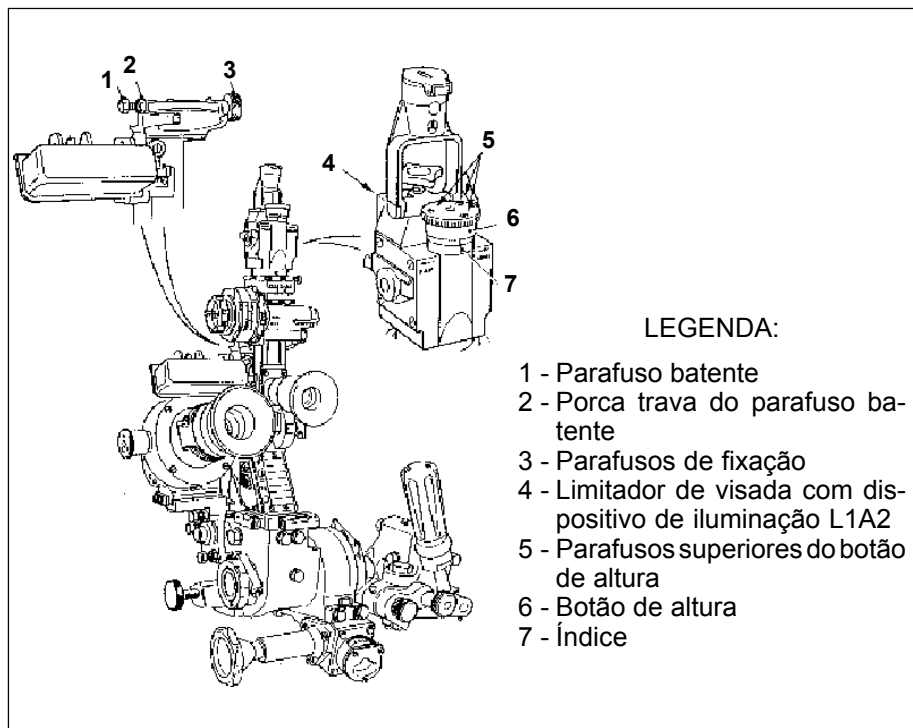

Fig 11-13. Suporte do aparelho de pontaria
(a) gire o botão de altura (Fig 11-13) até que o retículo horizontal da luneta panorâmica esteja no local correto;
(b) solte os 03 (três) parafusos superiores do botão de altura de $\frac{1}{4}$ de volta e gire o corpo do botão até os índices formarem a cruz (Fig 11-13);
(a) solte a porca trava do parafuso batente do suporte do aparelho de pontaria; (Fig 11-13)
(b) ajuste o retículo vertical da luneta panorâmica L7A1 sobre o seu diagrama agindo simultaneamente nos parafusos batente e de fixação; (Fig 11-13)
(1) certifique-se que todos os testes do parágrafo 11-6 a 11-14 foram realizados;
(2) coloque a luneta panorâmica em seu suporte;
(3) coloque o limitador de visada; (Fig 11-13)
(4) coloque o tubo em depressão total;
(5) agindo no punho de nivelamento transversal, coloque o aparelho de pontaria o máximo possível desnivelado para a esquerda;
(6) agindo no botão de elevação, no sentido horário, coloque o aparelho de pontaria o máximo possível em direção à parte posterior do obuseiro;
(7) agindo no micrômetro da luneta panorâmica, coloque o seu retículo vertical da mesma tangenciando a extremidade esquerda do freio de boca do obuseiro;
(8) lê-se e anota-se a deriva registrada na luneta com aproximação de 1 (um) milésimo. Este será o ângulo padrão da peça.
a. Coloque o limitador de visada. (Fig 11-13)